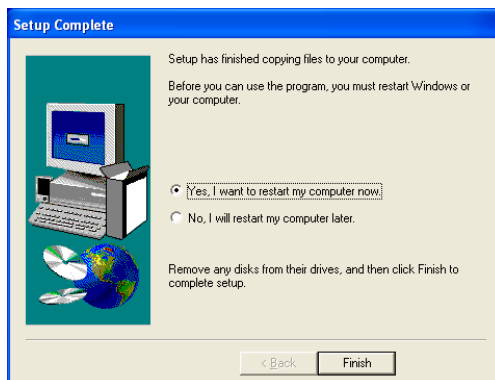

Figura 6 – Tela de encerramento da instalação
- f) Será iniciada a cópia dos arquivos, conforme a figura 6. Após o término da cópia dos arquivos, será exibida uma mensagem de sucesso. Confirme a opção de reiniciar o PC clicando em **Finish**.